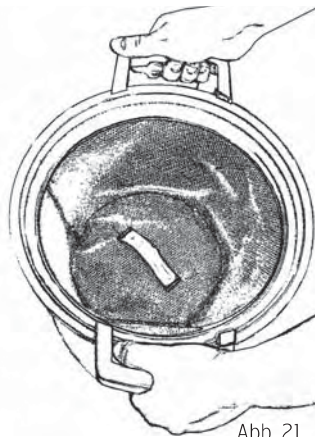

Abb. 21
3. Nehmen Sie den Filter noch nicht aus dem Behälter! Schütteln Sie den Filter stattdessen leicht im Behälter, sodass lockerer Staub vom Filter in den Behälter fallen kann, Abb. 21.